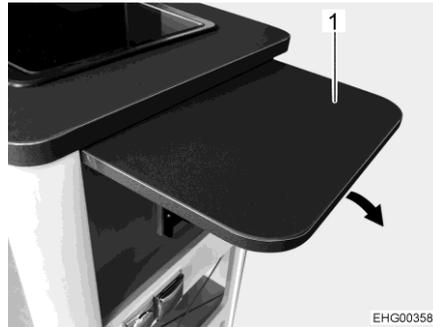
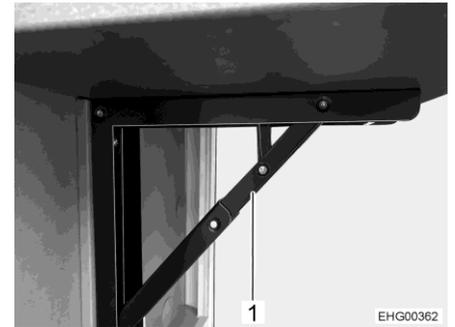

Fig. 40 Table pliante / surface de travail
Fig. 41 Fixation
- Rabattre le plateau de la surface de travail (Fig. 40,1) vers le haut jusqu'à ce que la fixation (Fig. 41,1) s'enclenche.
- Replier la fixation (Fig. 41,1) et rabattre le plateau de la surface de travail (Fig. 40,1) vers le bas.